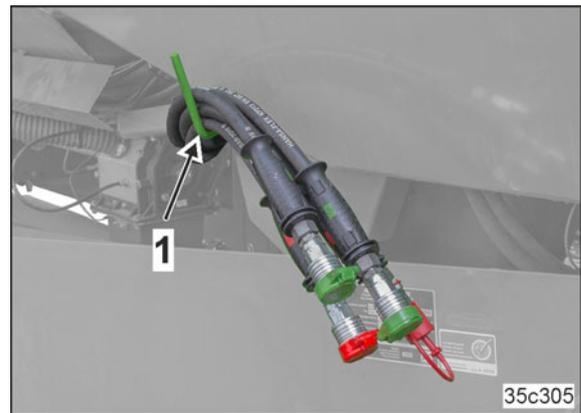

Рис. 123
1. Соедините дополнительные гидравлические шлангопроводы с гидравлическим насосом с приводом от ВОМ (Рис. 123/1).
- Держатель шлангов (Рис. 123/1)